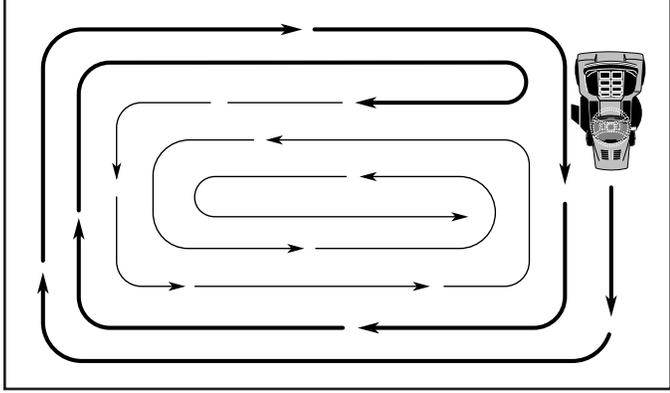

Fig. 13
- Al segar las áreas grandes, empiece girando a la derecha de modo que los recortes se descarguen, alejándose de los arboles, cercos, entradas de automóviles, etc. Después de una o dos vueltas, siga en la dirección opuesta, haciendo virajes a la izquierda, hasta que termine (Vea Fig 13).